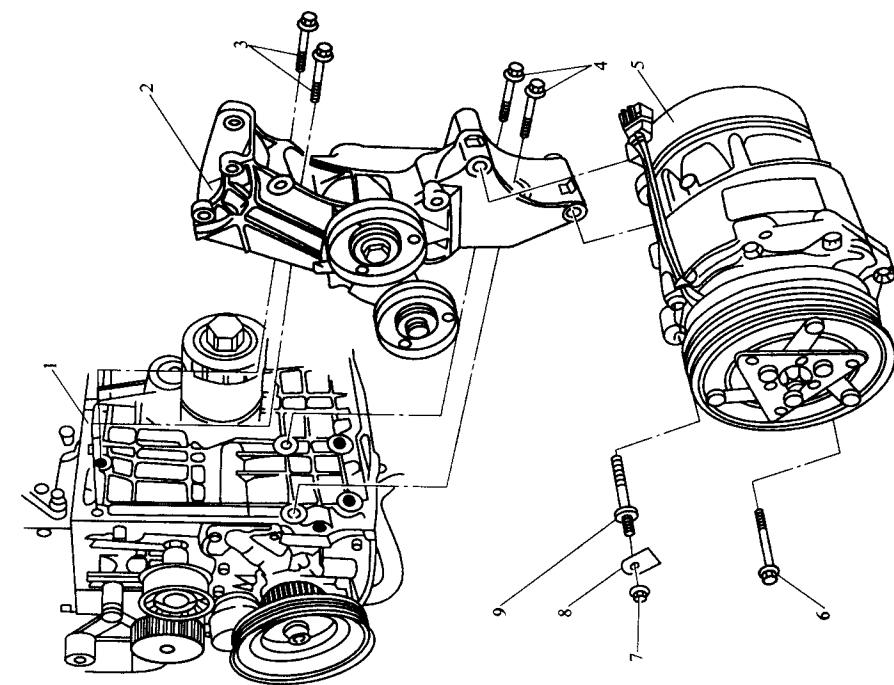

图 2-2 压缩机支架的拆卸
- (1) 发动机代码为 AHW、AKQ 时压缩机支架的拆卸（见图 2-2）。